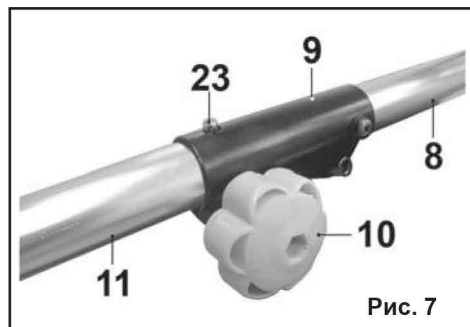

Рис. 7
7.4. Соединение верхней и нижней штанг (Рис.7)